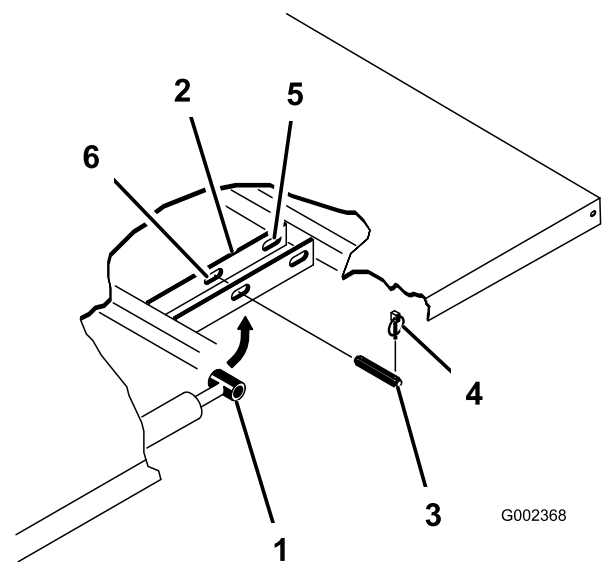

Figura 42
4. Retire los pasadores de seguridad de los extremos exteriores de los pasadores de las varillas de los cilindros (Figura 42).
5. Retire los pasadores que fijan los extremos de las varillas de los cilindros a las chapas de montaje de la plataforma empujando los pasadores hacia dentro (Figura 42).
6. Retire los pasadores de seguridad y los pasadores que fijan las placas de giro al bastidor (Figura 42).